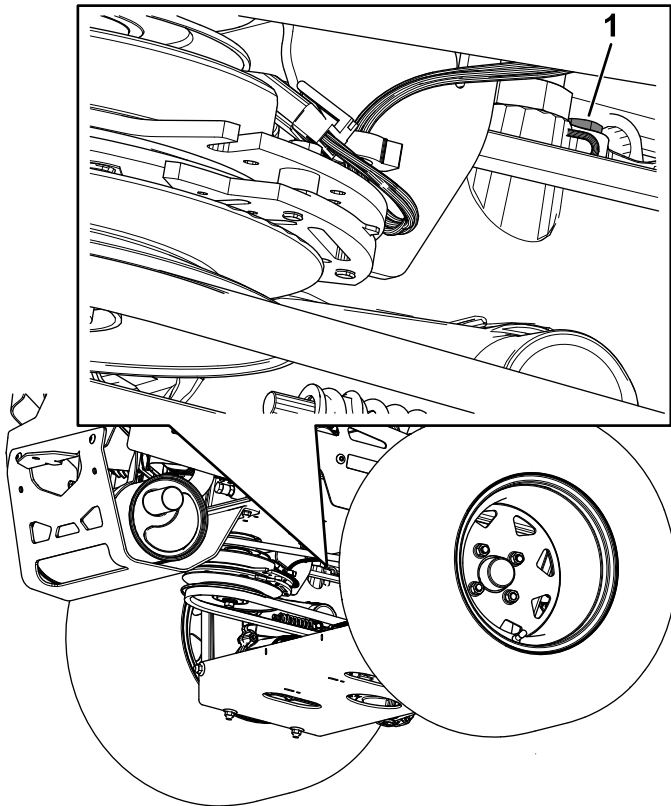

Figura 73
- **Transmisiones hidrostáticas ZT 5400:** utilice una llave de 7/16" para acceder al tapón de ventilación desde debajo de la máquina (Figura 73).